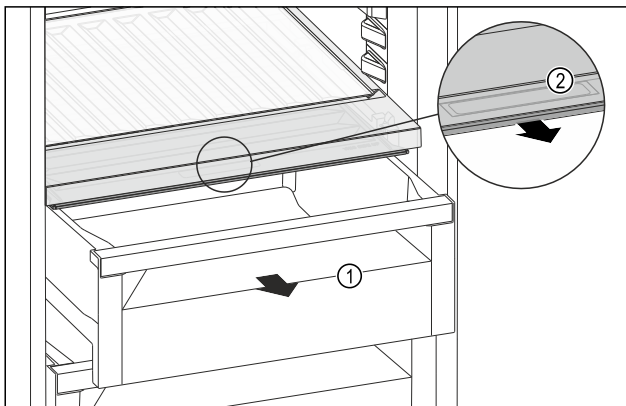

Fig. 149
- ▶ 拉出抽屉 Fig. 149 (1)。
- ▶ 抓住抽屉盖上的内嵌式拉手 Fig. 149 (2)，并同时向前拉出抽屉盖。